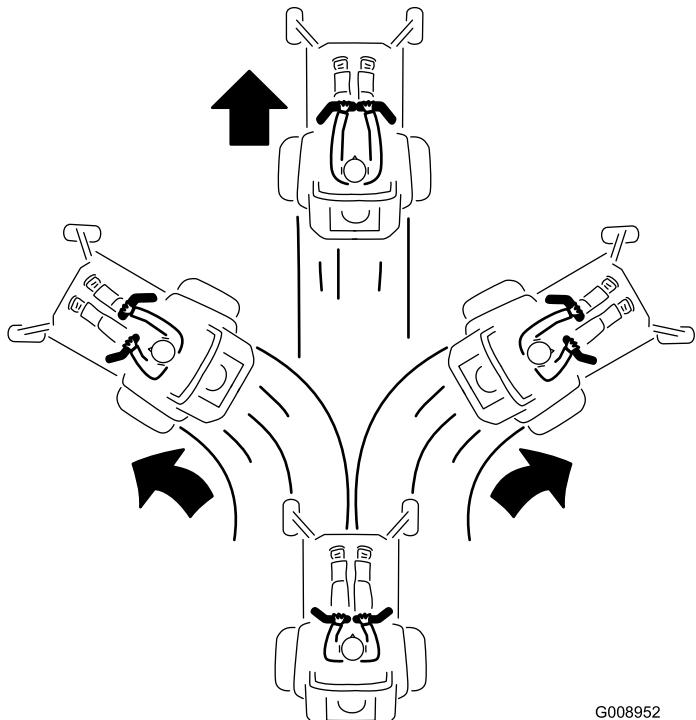

Figure 22
- Pour vous déplacer en marche avant, poussez doucement les leviers de commande de déplacement vers l'avant (Figure 22).